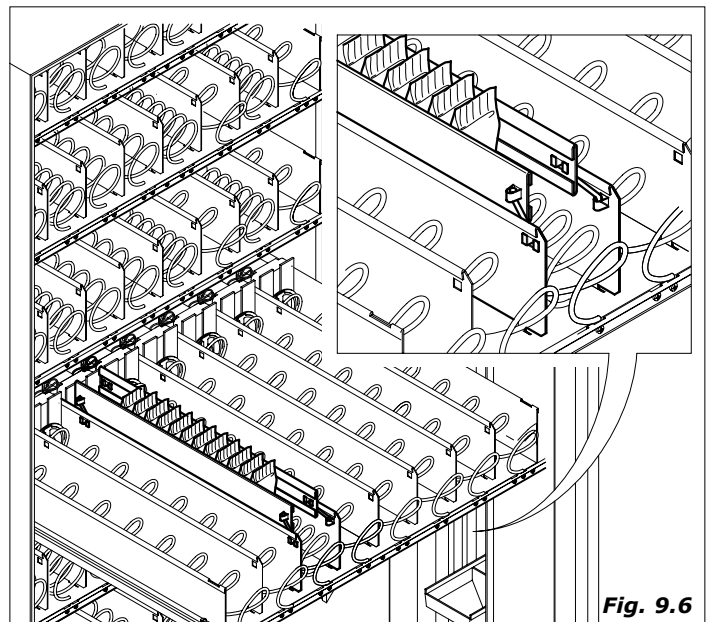

Fig. 9.6
- es posible introducir guías paralelamente a los espirales para los productos angostos y altos (véase fig.9.6) con la finalidad de reducir el espacio entre el producto y las paredes del compartimento.